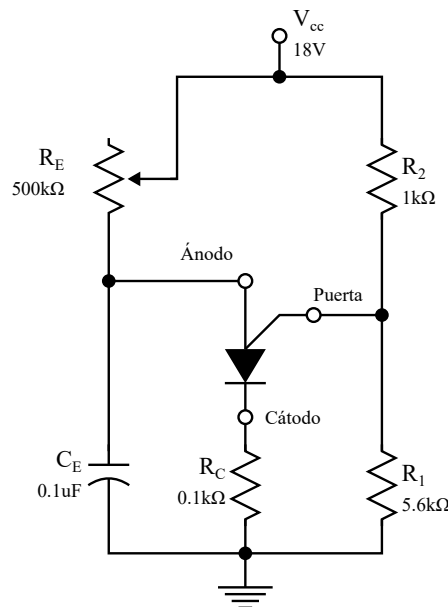

Fig. 5.1: Oscilador de relajación con PUT.
3. Realiza el análisis teórico del circuito oscilador de la Fig. 5.1, utilizando una magnitud para R_E de $10\text{ k}\Omega$ y un Voltaje de Valle $V_v = 1.0\text{ V}$. **Dibuja en papel milimétrico** las formas de onda obtenidas en el Capacitor C_E y en la Resistencia R_C , señalando Voltaje máximo, mínimo y periodo para cada una de ellas.
4. Simula el circuito de la Fig. 5.1 de tal manera que entregue un pulso cada 2.0 ms . Dibuja en papel milimétrico las formas de onda en el Capacitor y en la Resistencia de salida señalando Voltaje máximo, mínimo y periodo para cada una de ellas.
1. Arme el circuito de la Fig. 5.1.